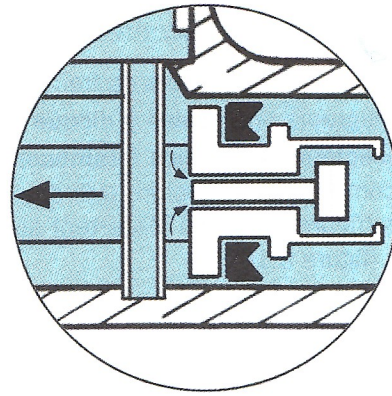

Figure 9.12 • Défreinage : 1er temps.
– 1er temps (figure 9.12). Dès que le conducteur **lâche la pédale** de freins, le piston cherche à revenir en position de repos. Le retour du piston étant plus rapide que celui de la colonne de liquide, il se crée une **légère dépression** dans la chambre située en avant du piston.